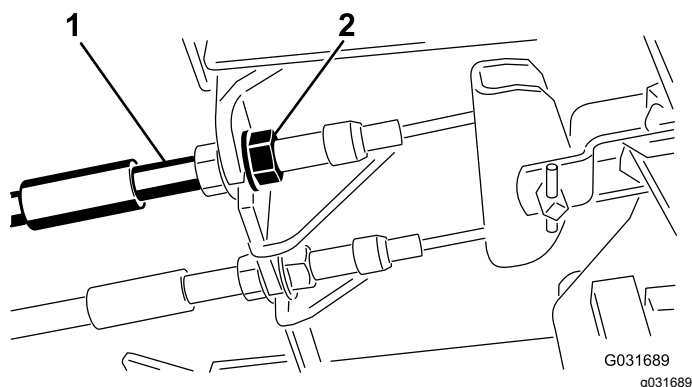

Figura 83
1. Per ridurre il gioco dei pedali del freno, stringete i freni allentando il dado anteriore sull'estremità filettata del cavo del freno (Figura 83).